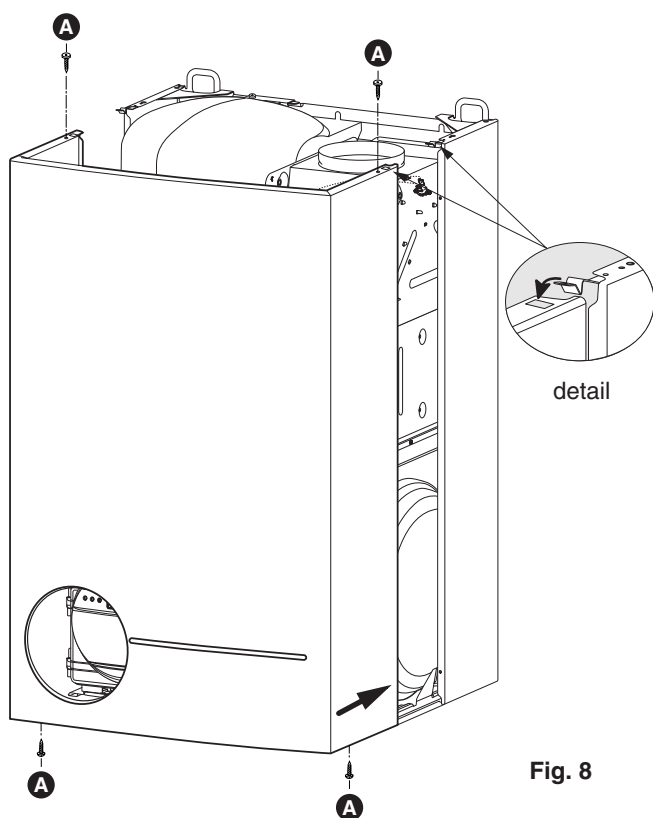

Fig. 8
- plaats de bekleding (fig. 8)